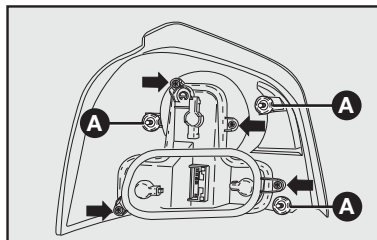

fig. 44
1) por el interior del compartimiento de equipajes, tire de la cinta provista de cremallera adhesiva y suelte las tuercas **A-fig. 44**;
3) saque el conjunto portalámparas quitando los tornillos indicados por las flechas **fig. 44**;